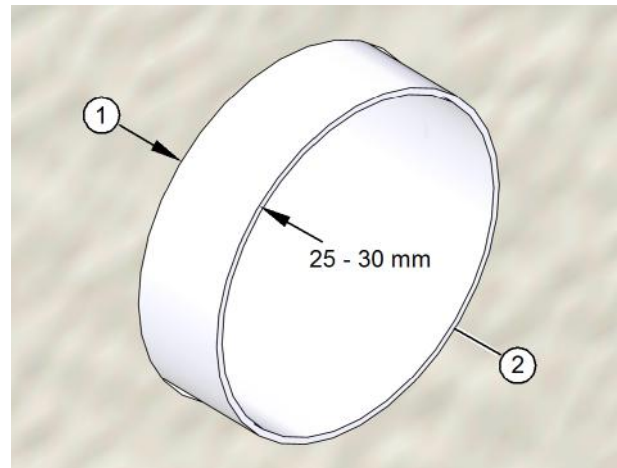

Abb. 12: Lüftungsrohre überprüfen
- ▶ Überprüfen Sie, dass die Lüftungsrohre 25 - 30 mm (siehe Pos. 1 in Abb. 12) über den Außenputz überstehen.
- ▶ Überprüfen Sie, dass die Schnittstellen der Lüftungsrohre (siehe Pos. 2 in Abb. 12) entgratet sind.